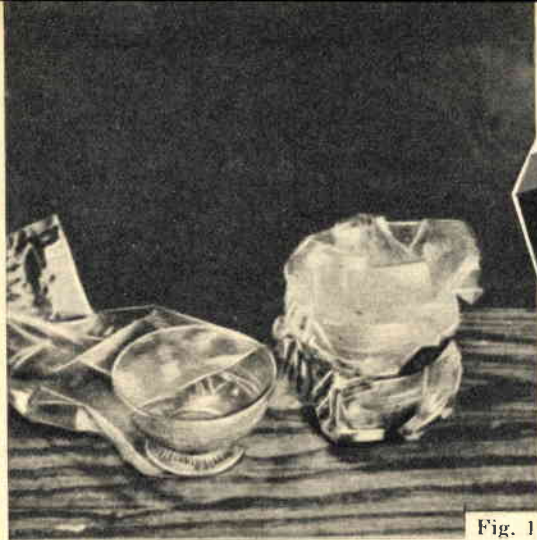

Fig. 1
Per congelare la miscela occorre una temperatura di 16 gradi sotto zero e ciò si ottiene facilmente preparando un piccolo mastello di legno (fig. 1). Sul fondo del mastello si collochi un po' di ghiaccio sminuzzato cospargendolo poi di sale da cucina in proporzione di  $\frac{1}{2}$  Kg. per ogni 3 Kg. di ghiaccio circa.
**Fig. 1 - La gelatiera è costituita da una cassetta di legno dentro alla quale viene posto il recipiente contenente la miscela da congelare. Nel fondo si pone un pezzo di ghiaccio intero e poi tutto attorno, ed anche sopra il coperchio, del ghiaccio tritato mescolato a sale.**
1) Nel caso dobbiate riporre stoviglie di cui non facciate largo uso, i sacchetti in nailon si presteranno egregiamente a proteggere le stesse contro la polvere (fig. 1).